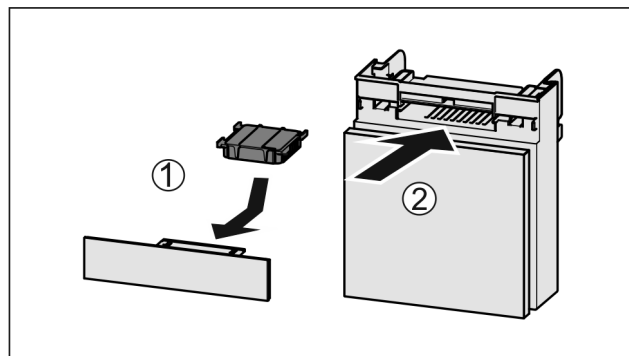

Fig. 143
- ▶ Vložte aktívny uhlíkový filter podľa obrázka Fig. 143 (1).
- ▶ Zasuňte zásuvku Fig. 143 (2).